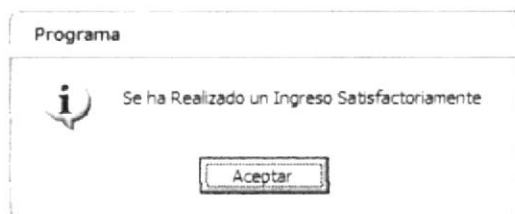

Figura 5.47 Mensaje de Ingreso de País
8. Si se ha realizado el ingreso aparecerá el mensaje (Ver figura 5.47)